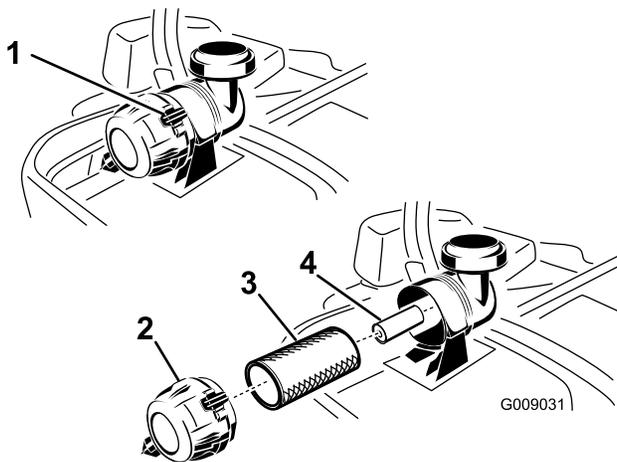

Figura 47
3. Presione hacia abajo para abrir los cierres del limpiador de aire, y tire de la tapa de la entrada de aire para separarla del cuerpo del limpiador de aire (Figura 47).
5. Extraiga con cuidado el filtro primario del cuerpo del limpiador de aire (Figura 47). Evite golpear el filtro contra el lado de la carcasa.
1. No limpie el filtro de papel, cámbielo (Figura 47).
2. Si va a cambiar el filtro secundario, deslícelo cuidadosamente en el cuerpo del filtro (Figura 47).
3. Deslice cuidadosamente el filtro primario por encima del filtro secundario (Figura 47).
5. Instale la tapa del limpiador de aire con el respiradero hacia abajo, y gírela hasta que los enganches la bloqueen en su sitio (Figura 47).